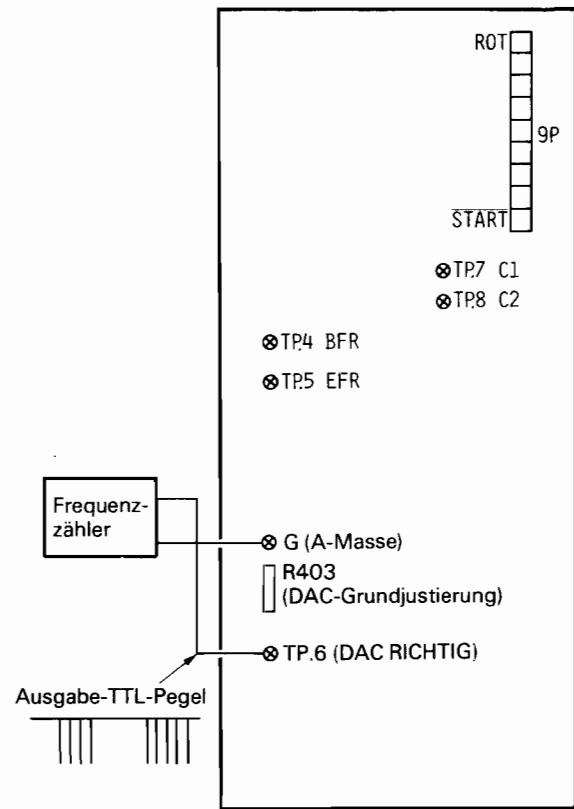

Abb. 27 PD P.W.B.
**(2) Justierungsverfahren**
- [1] Den Frequenzzähler anschließen (siehe Abb. 27).